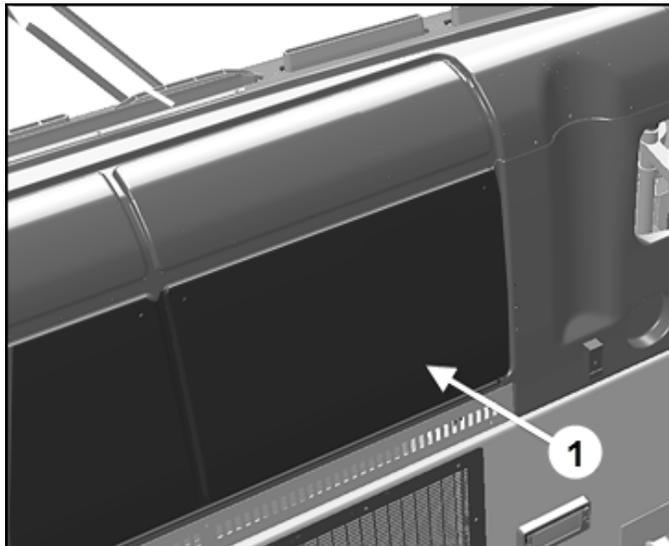

FIGURE 1
1. Retirer le panneau d'accès situé à la droite du tableau de bord (item 1, figure 1).